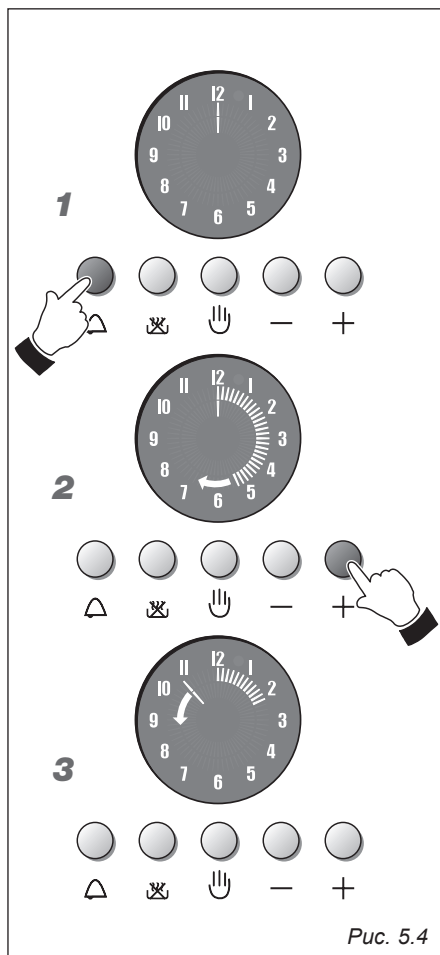

Рис. 5.4
ТАЙМЕР (Рис. 5.4)
1. Рис. 5.4 – Для того чтобы задать программу таймера, нажмите кнопку \triangle .
2. Рис. 5.4 – В течение 7 секунд нажмите на кнопку \oplus для установки необходимого времени. Загорятся светящиеся стрелки внешнего круга. Для уменьшения значения времени нажмите на кнопку \ominus .
3. Рис. 5.4 – Незамедлительно начнется обратный отсчет, и на дисплее начнут загораться стрелки в направлении против часовой стрелки. При каждом повороте (1 минута) этой стрелки погаснет одна светящаяся стрелка.